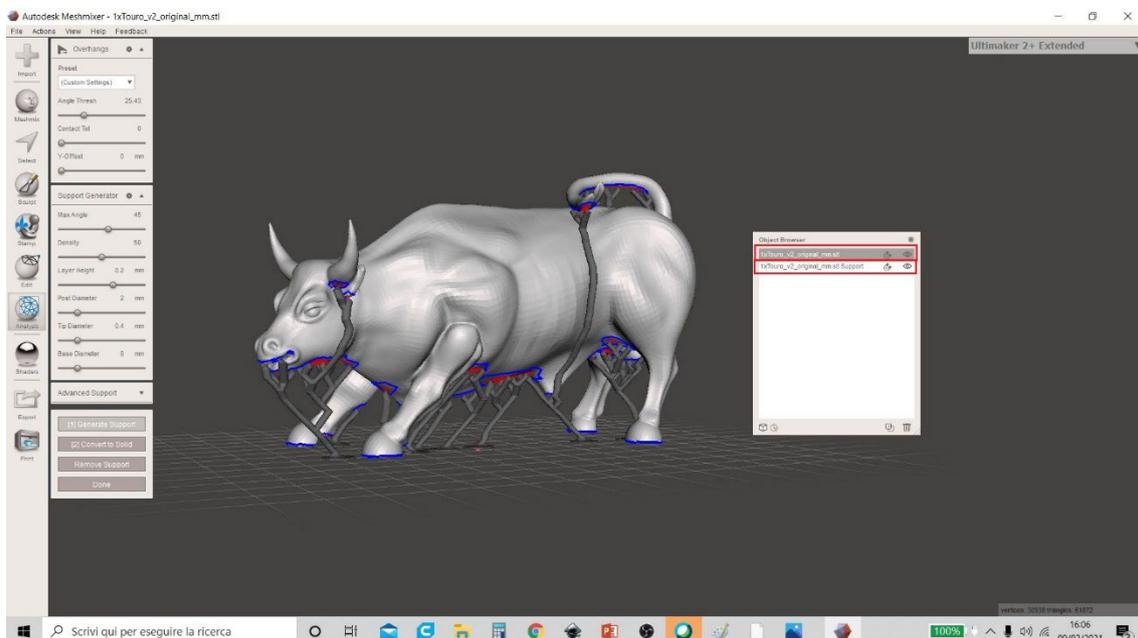

Figura 34 Meshmixer
9. Al termine dell'operazione verrà visualizzata una tabella che mostra i modelli presenti nell'area di lavoro. Si può vedere che a questo punto i modelli diventano due: il modello originale e il materiale di supporto (indicato con il nome del modello originale seguito da "Supporto" che è considerato dal software come un'entità separata). Figura 34 Meshmixer mostra la tabella con i nomi dei due modelli.